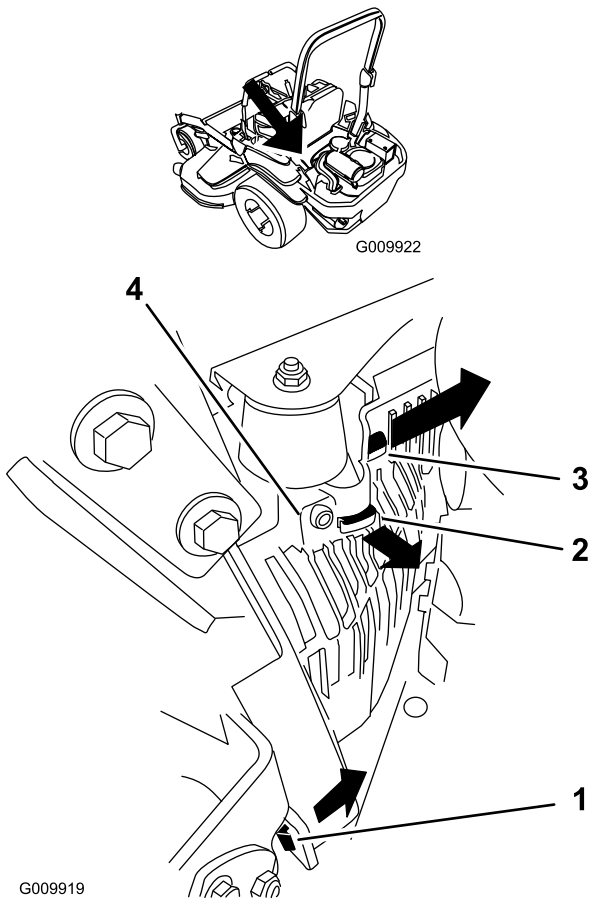

Figure 52
3. Déposez le capot de l'unité hydraulique gauche dans l'ordre indiqué à la Figure 52.
- Montez le carénage de l'unité hydraulique gauche (Figure 52).